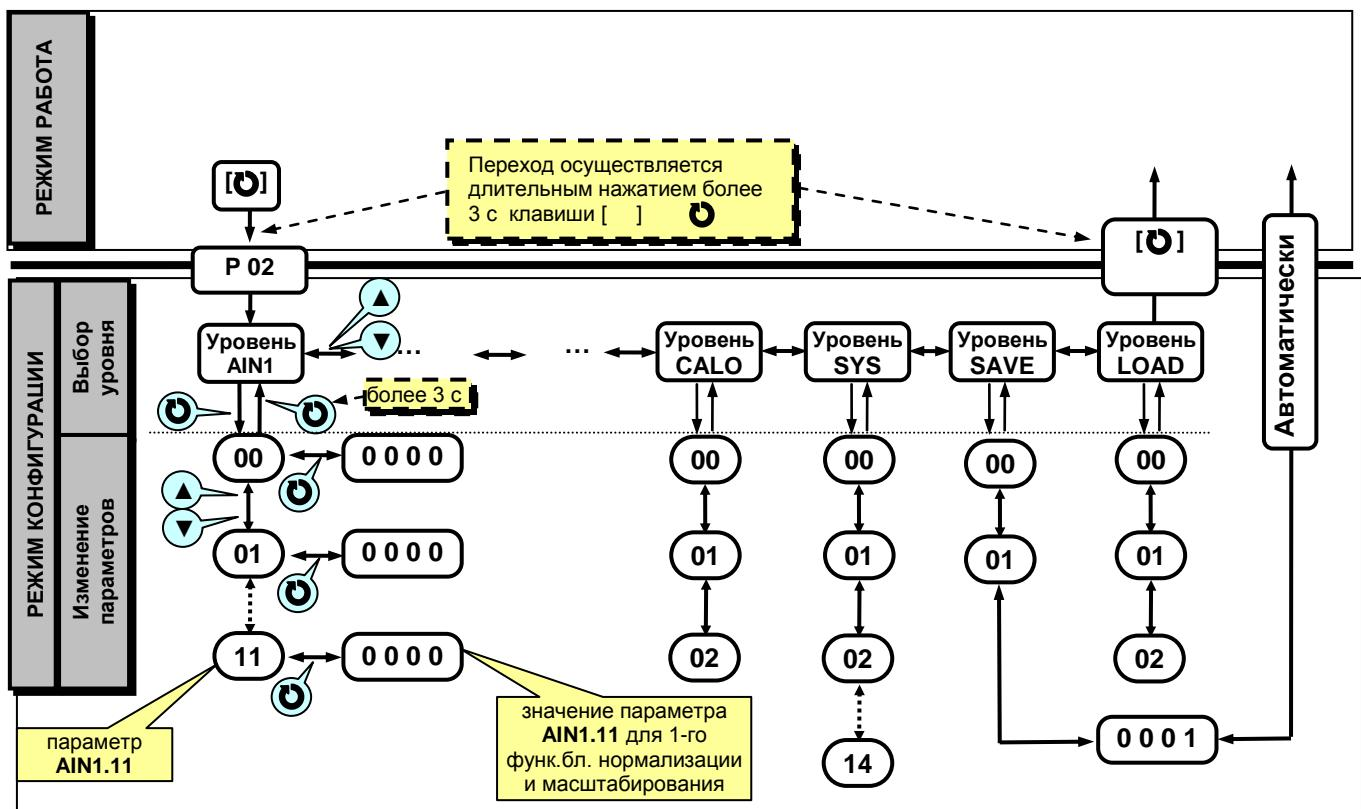

Рисунок 6.2 - Диаграмма уровней конфигурации и настроек
- Параметры, используемые в индикаторе ИТМ-10, сгруппированы в уровни и представлены на диаграмме – см. рисунок 6.2.
В дальнейшем по тексту руководства идет ссылка на параметр в виде XXXX.УУ (например ALRM.00), где XXXX – название УРОВНЯ, а УУ – номер пункта меню (смотри рисунок 6.2).